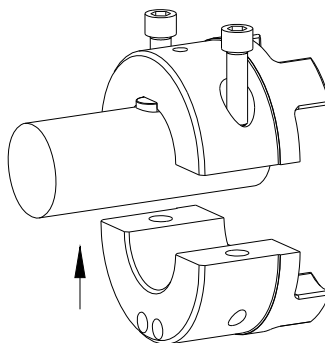

Figura 8
- Posicione la semi-parte inferior del primer cubo-SPLIT en relación a la semi-parte superior debajo del árbol (véase figura 8). Gire los tornillos cilíndricos algunos pasos de rosca.